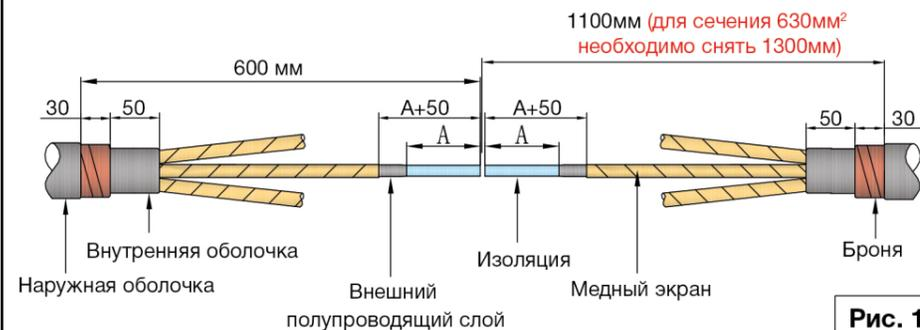

Рис. 1
- 1.2 Сохраните броню, как показано на рис. 1. Закрепите броню пружиной постоянного давления, а затем обрежьте остальную броню. (Требуется только для бронированного кабеля)
- 1.3 Сохраните внутреннюю оболочку, как показано на рис. 1. (Требуется только для бронированного кабеля)